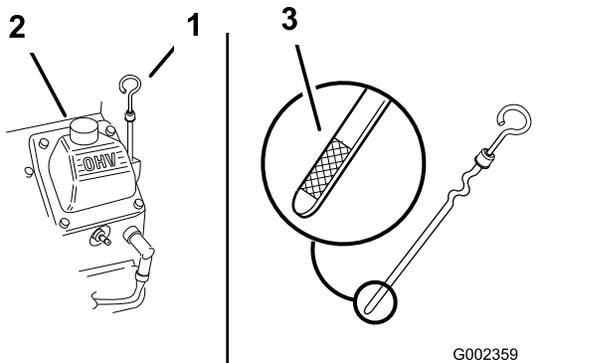

図 44
2. 給油口からごみが入ってエンジンを傷つけないように、ディップスティック 図 44 の周囲をウェスできれいに拭く。
3. ディップスティックを抜き取り、付いているオイルをウェスで拭きとってもう一度完全に差し込む (図 44)。
4. ディップスティックを引き抜いて油量を点検する。オイル量が 2 本のマーク F と L の間であれば適正である 図 44。
5. L 位置よりも少ない場合は、補給管についているキャップ 図 44 を取り、F 位置までオイルを補給する。